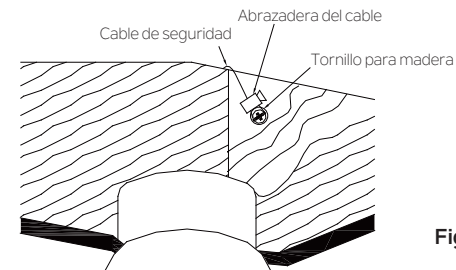

Figura 12
Paso 2. Inserte el cable de seguridad a través del soporte de montaje y uno de los orificios de la caja de salida en el techo. Tire del cable adicional a través de la abrazadera del cable para ajustar la longitud del cable de seguridad para alcanzar el tornillo y la arandela plana hasta que la longitud total sea adecuada, vuelva a colocar el extremo del cable a través de la abrazadera del cable, formando un lazo en el extremo del cable. Apriete firmemente la abrazadera del cable. Ahora, coloque el lazo en el extremo del cable de seguridad sobre el tornillo para madera y debajo de la arandela plana. Apriete firmemente el tornillo para madera. **(Figura 12)**